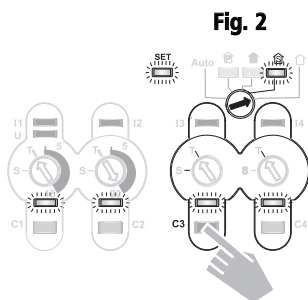

Fig. 2
3. Premere il tasto manuale del canale che deve essere modificato, fino a quando il LED di controllo si accende (v. fig. 2, canale C3.).